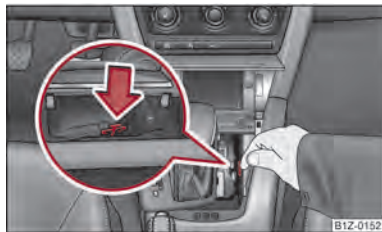

Fig. 109 Deblocarea de urgență a selectorului de viteze
- Apăsați cu un deget componenta galbenă din material plastic, în direcția indicată de săgeată ⇒ **fig. 109**.